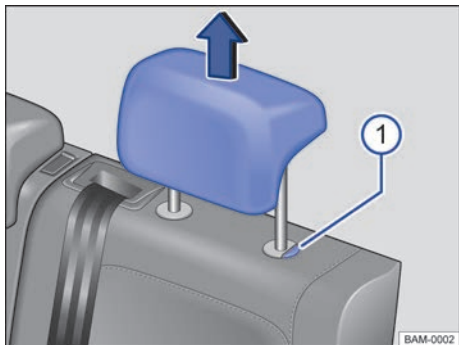

Fig. 98 Desmontaje de los apoyacabezas traseros.
- Extraiga el apoyacabezas completamente a la vez que presiona la tecla → fig. 98 ①.